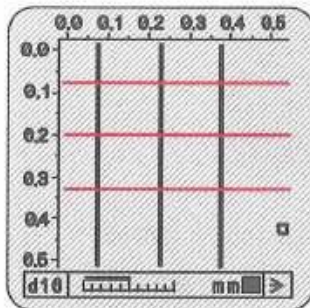

図52
- 鉄筋の上を通過すると、鉄筋の位置がバー(細線)で表示されます。(図52参照)